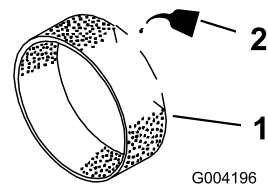

図 45
3. 乾いたらエンジン・オイルを 60 cc ほど含ませる(図 45)。